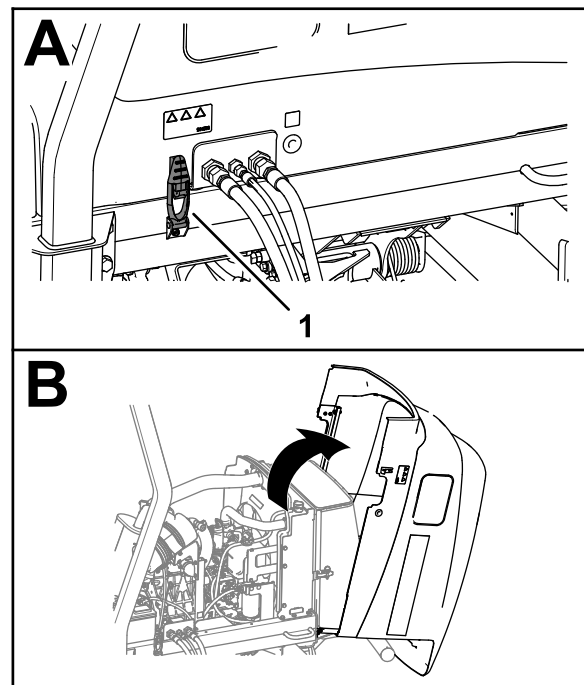

Bild 101
1. Öffnen Sie die beiden Motorhaubenriegel (Bild 101).